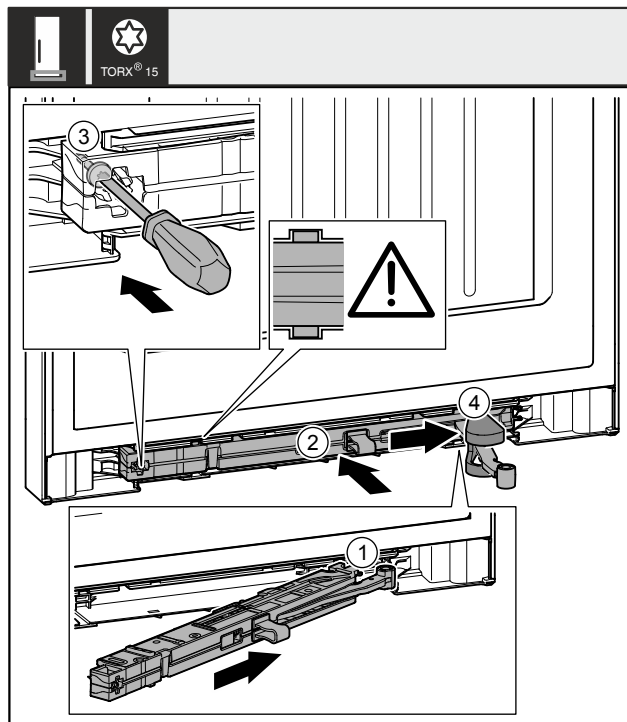

Fig. 52
- ▶ Під нахилом просуньте демпферний вузол Fig. 52 (1) з боку опорного кронштейна в отвір до упору.
- ▶ Повністю вставте демпферний вузол Fig. 52 (2) в отвір.
- ▶ Закрутіть гвинт Fig. 52 (3) за допомогою викрутки.
- ▶ Встановіть кришку Fig. 52 (4) на місце з'єднання.